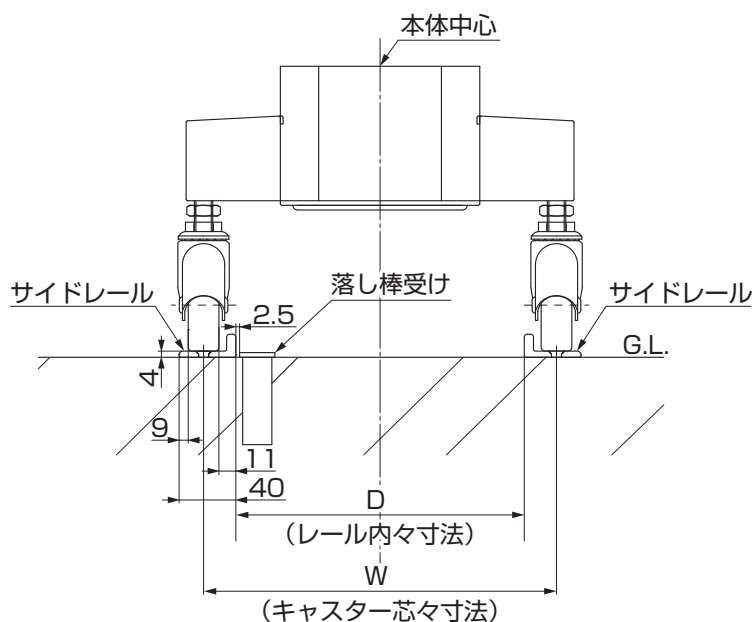

図10-12
③落とし棒受けは本体設置後、本体落とし棒の位置に合わせて地盤に指定の孔加工をしてください。（図10-12参照）